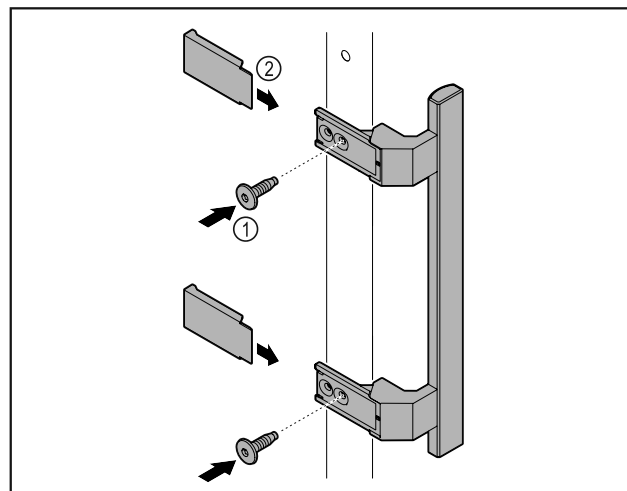

Fig. 3
- Madlo z příloženého příslušenství upevněte na dveře pomocí příložených šroubů Fig. 3 (1).
- Nasadte krytky Fig. 3 (2).